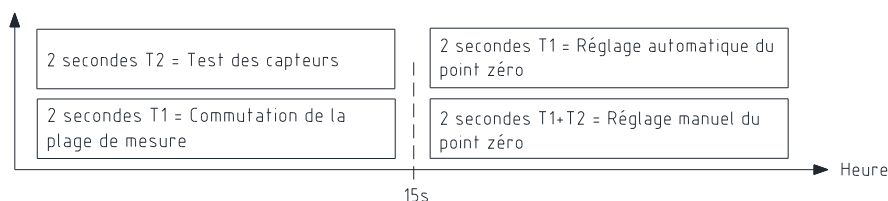

Fig. 20
e) Unités de commande Boutons et LED (n°12 à 14 et fig. 20)